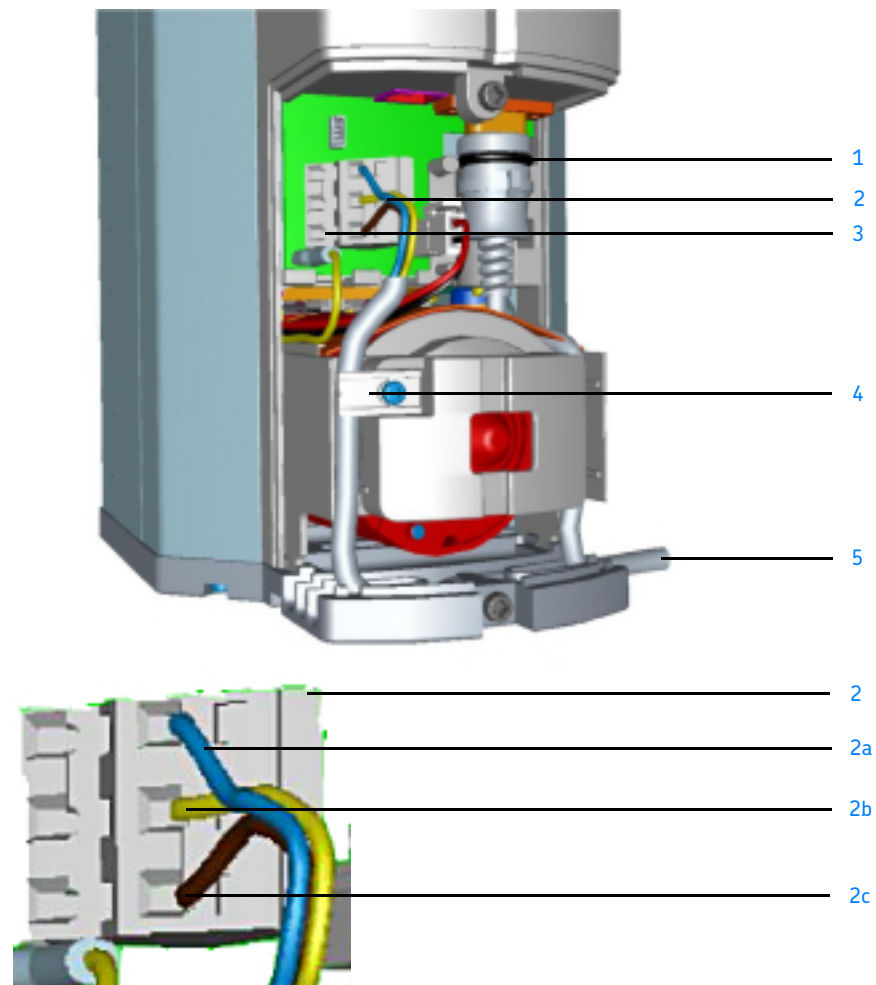

Fig. 5-1 Abdeckung geöffnet
- 2.1a** Nur bei TFG 5..., TFG 9...: Schliessen Sie das Netzkabel an die Netzkabelanschlussklemmen (siehe Positionen *b4a*, *b4b* und *b4c* in Fig. 5-1, Seite 21).
- 2.1b** Nur mit der Option Netzkabeldurchführung (siehe *Optionen*, Seite 15): Schliessen Sie das Netzkabel an die Netzkabelanschlussklemmen (siehe Positionen *b4a*, *b4b* und *b4c* in Fig. 5-1, Seite 21) **oder** auf der Abschlussplatte an die Anschlussklemmen für die Netzdurchführung (*b3* in Fig. 3-2, Seite 13).
- 3*** Nur bei TFG 5..., TFG 9...: Befestigen Sie das Netzkabel mithilfe der Zugentlastung (4).
- 4b** TFG 5..., TFG 9...: Schliessen Sie das entsprechende Bedienelement an den Bedienelementanschluss (im Steuerungsgehäuse Position 1 in Fig. 5-1, Seite 21 und/oder mit der entsprechenden Option auf der Abschlussplatte Position *b7* in Fig. 3-2, Seite 13).